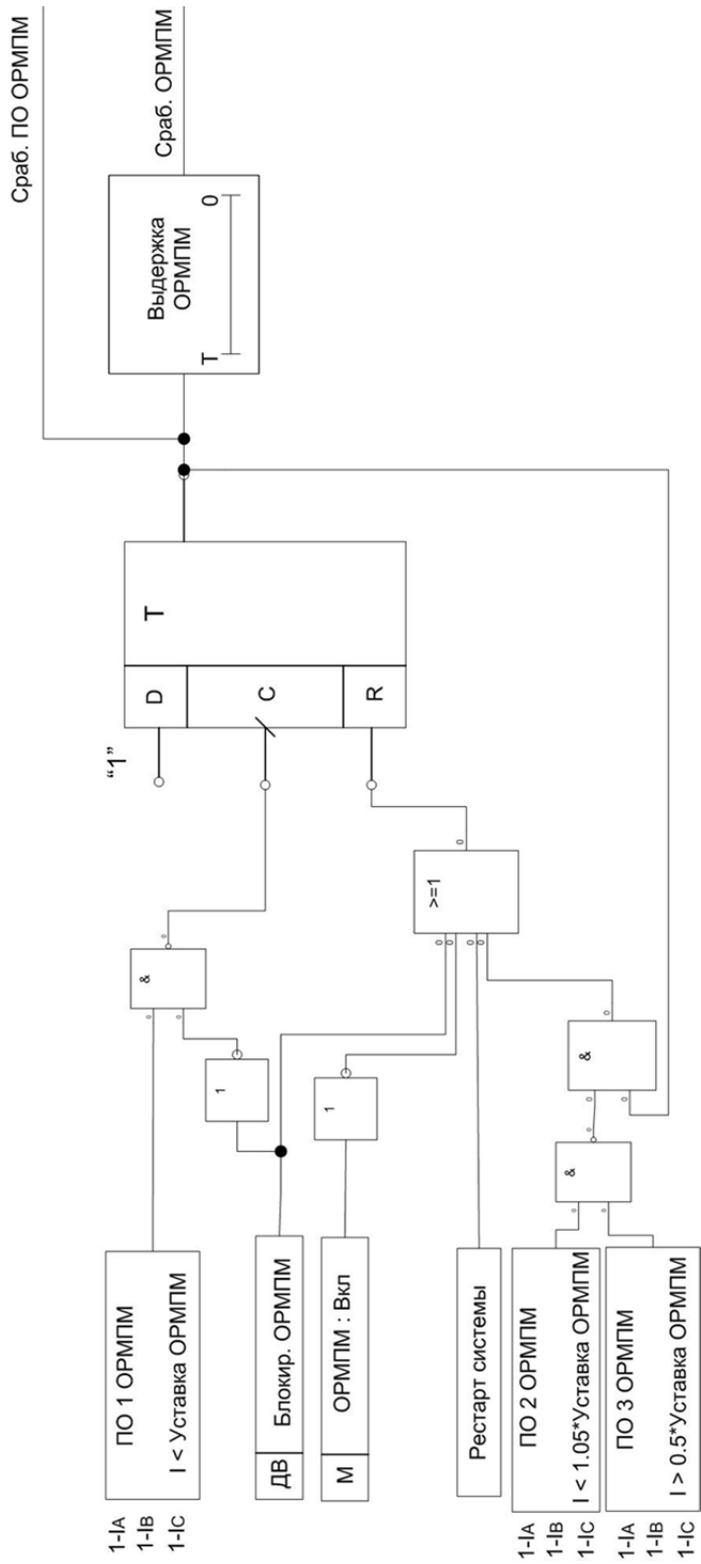

Рис. 3.10 Функция отключения при расцеплении с механизмом либо при повреждении механизма
3.7.6 Функциональная схема ОРМПМ показана на рис. 3.10. На функциональной схеме присутствуют следующие обозначения: